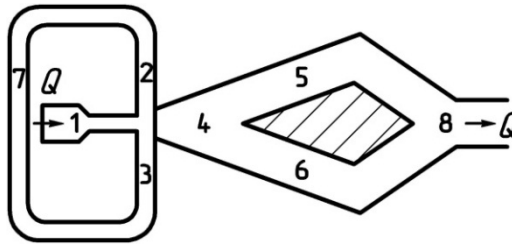

Рисунок 1 – Струйный автогенератор
1.6.3 Принцип действия расходомера основан на зависимости частоты колебаний струи измеряемой среды в чувствительном элементе от расхода газа, проходящего по трубопроводу. Чувствительным элементом измерителя служит струйный автогенератор (см. рисунок 1), частота колебаний в котором прямо пропорциональна объемному расходу, протекающему через устройство формирования перепада давления в проточной части трубопровода.
Поток (струя) измеряемой среды, проходя через сопло генератора (1), попадает в рабочую камеру (4) и под действием давления, создаваемого этой же струей, прижимается к одной из стенок камеры (например, вниз (рисунок 1)). Благодаря её эжектирующему действию, в области вблизи нижней стенки и в канале (3) образуется область пониженного давления, что приводит к лавинообразному процессу притяжения струи к стенке камеры. Из-за уменьшения давления в канале (3) происходит движение среды по каналу (7) в сторону канала (3). Отток рабочей среды из канала (2) вызывает отклонение струи в противоположную сторону. Далее процесс повторяется симметрично. Выход среды из струйного генератора производится через каналы (5), (6) и (8).